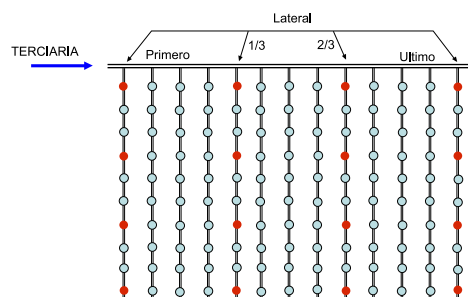

Figura 1. Esquema de distribución de las unidades a muestrear.
- En este subsector se elegirá un número determinado de emisores, distribuidos uniformemente dentro de la subunidad o subsector de riego, según se indica en la Figura 1. Se recomienda seleccionar 16 emisores para calcular el Coeficiente de Uniformidad. Para ello, se elige el lateral más cercano y el más lejano del inicio de la subunidad. Entre ambas laterales se eligen otras 2 laterales intermedias, ubicadas a 1/3 y a 2/3 de la longitud de la terciaria. En cada lateral se seleccionan 4 emisores, siguiendo el mismo criterio; es decir, el más cercano y el más lejano del inicio de cada lateral y dos emisores intermedios.